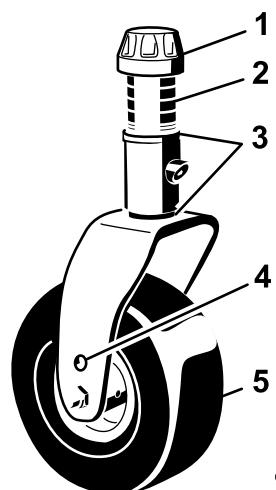
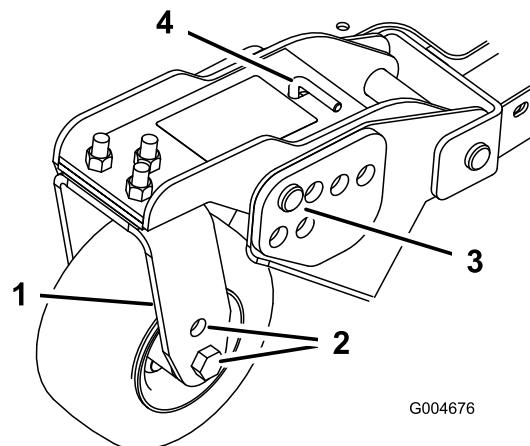
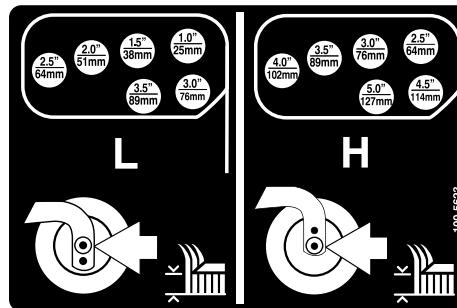

Figura 21
Figura 23
Figura 24
1. Coloque os eixos da roda giratória nos mesmos orifícios em todas as forquilhas da roda giratória (Figura 21 e Figura 23).
2. Retire a tampa de tensionamento do eixo roscado e desloque o fuso para fora do braço da roda giratória (Figura 21).
- Retire o contrapino tipo grampo e os pinos de segurança dos braços articulados da roda giratória (Figura 23).
- Rode a barra tensora para levantar ou descer o braço articulado, até os orifícios se encontrarem alinhados com os orifícios da altura de corte desejados, na estrutura da plataforma do cortador (Figura 23 e Figura 24).